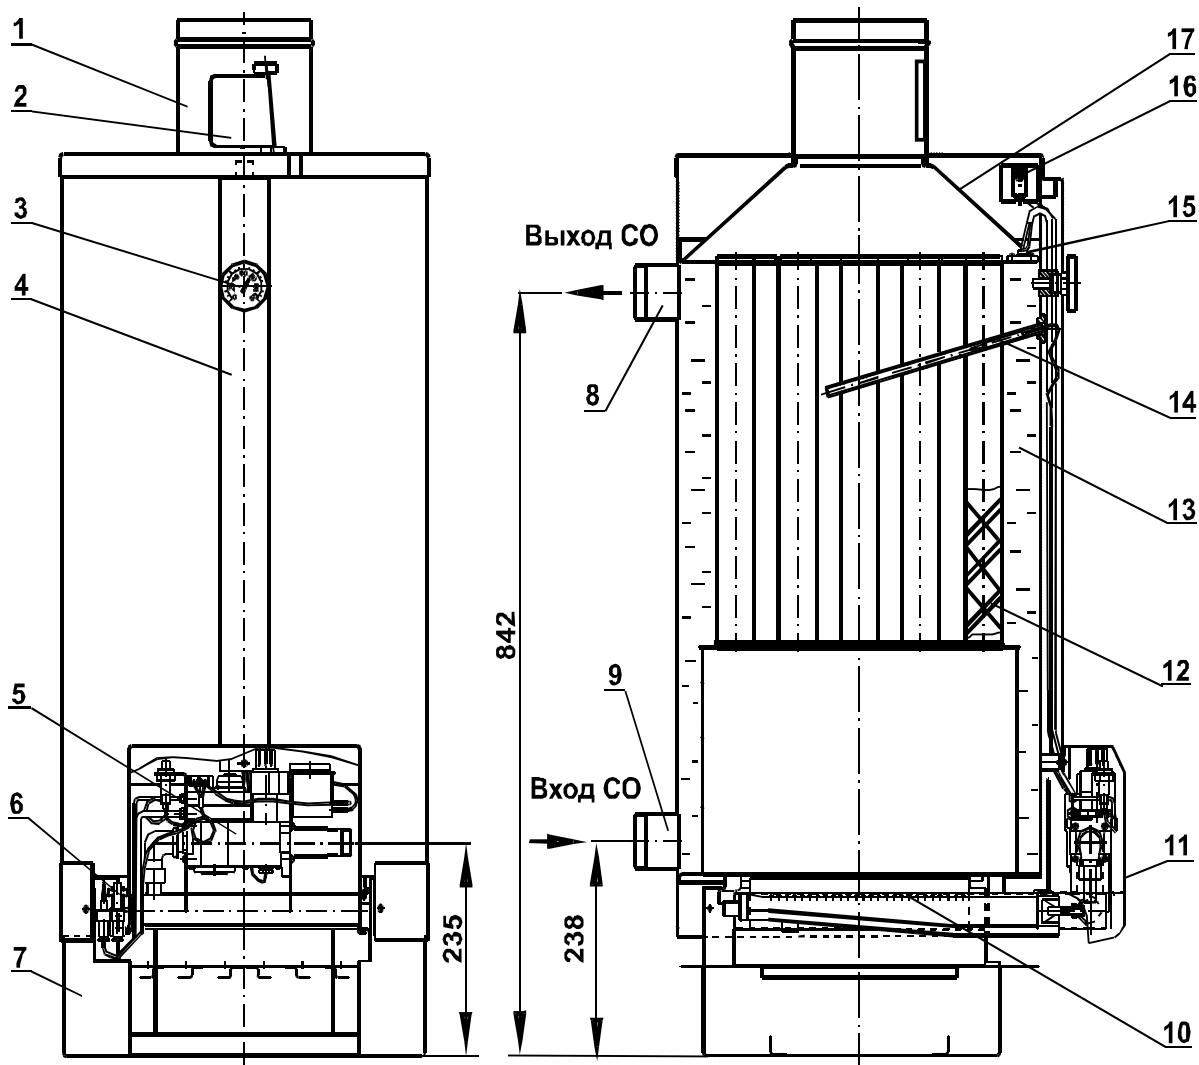
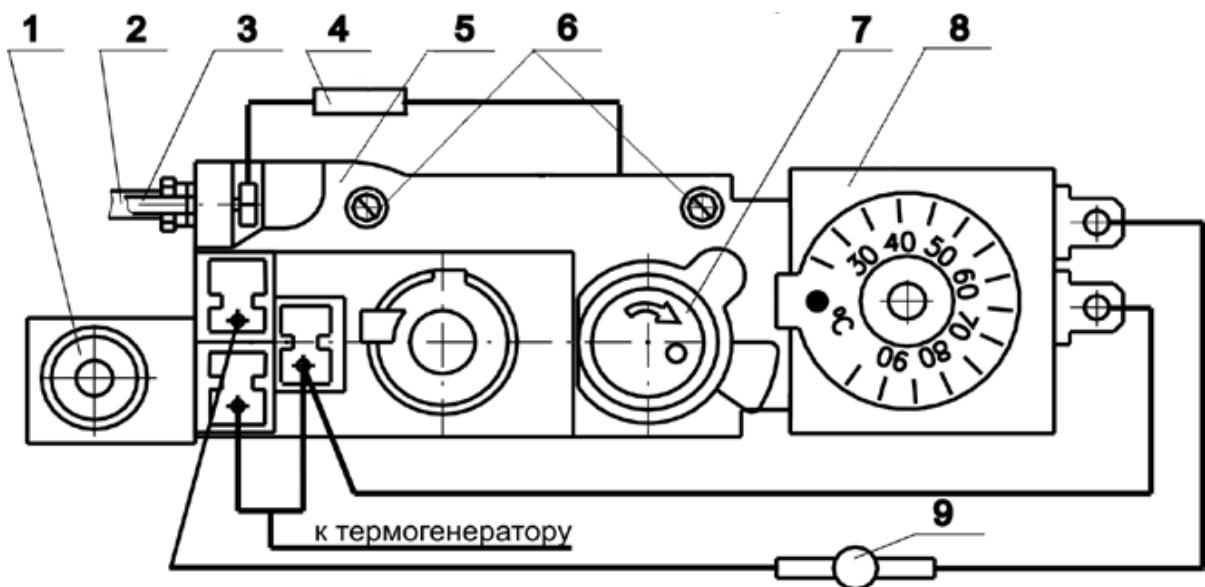
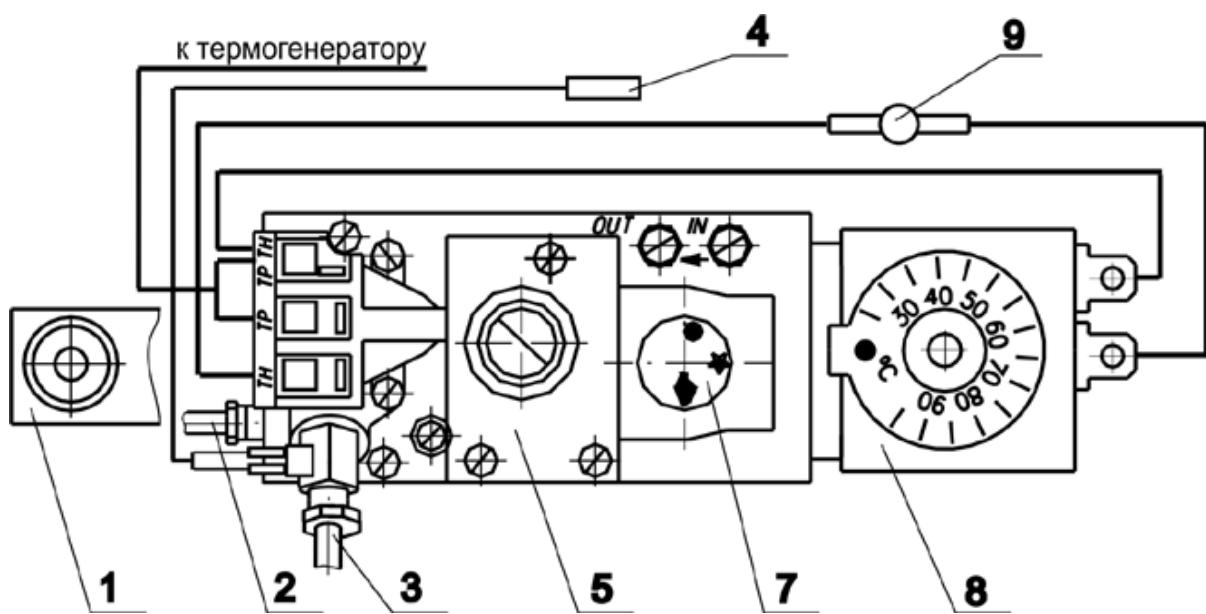
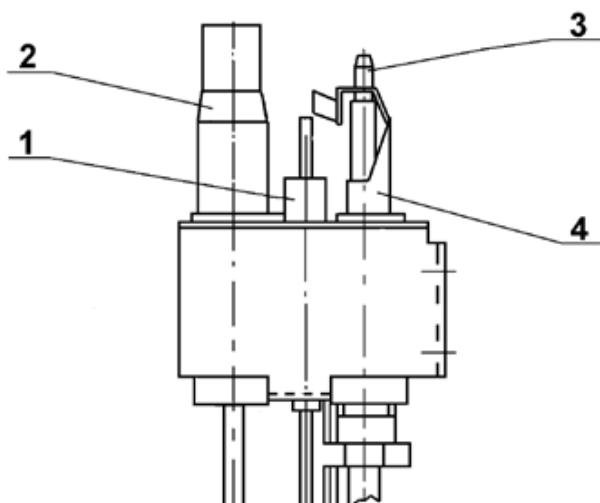

Рис.1 Котел отопительный водогрейный Комфорт
Рис.2 Блок управления VS8620C “Honeywell”
Рис.3 Блок управления SIT 820 NOVA
Рис.4 Устройство запальное
4.2. Блок автоматики 5 (Рис.2) VS8620C или блок автоматики 5 (Рис.3) SIT 820 NOVA представляет собой электромеханическое устройство и служит для подачи газа к запальнику и горелке, регулирования температуры воды в котле и автоматического отключения подачи газа при:
4.3. Термостат 8 (Рис.2) или (Рис.3), соединенный проводами с блоком и автоматикой по перегреву 15 (Рис.1), обеспечивает автоматическое плавное включение основной горелки, а при достижении заданной температуры воды в теплообменнике производит полное отключение основной горелки.
4.4. Автоматика по перегреву 9 (Рис.2) или (Рис.3) (термостат предельного нагрева), соединенная проводами с блоком VS8620C или блоком автоматики SIT 820 NOVA и термостатом 8 (Рис.2) или (Рис.3), обеспечивает автоматическое предохранительное отключение подачи газа на основную горелку при достижении температуры воды в баке-теплообменнике котла 93 °C ÷ 100 °C (в случае выхода из строя термостата 8 (Рис.2) или (Рис.3) или ошибочной настройки его на температуру выше 90 °C).
4.5. Тягопрерыватель 1 (Рис.1) предназначен для автоматической стабилизации величины разрежения в топке котла, т.е. уменьшения влияния колебания величины разрежения в дымоходе на тягу в топке котла. Для успешной работы дверца тягопрерывателя 2 (Рис.1) должна легко вращаться на оси.
4.6. Автоматика по тяге состоит из датчика тяги (биметаллическая пластина с микровыключателем), укрепленного на крышке бака, и проводов, соединяющих микровыключатель с блоком автоматики 5 (Рис.2) или (Рис.3).
4.7. Устройство запальное Рис.4 предназначено для крепления запальника, термогенератора, термопары, свечи пьезорозжига и розжига основной горелки.
5.8. Во избежание самопроизвольного срабатывания датчика тяги кожух 17 (Рис.1) не должен касаться биметаллической пластины датчика тяги 16 (Рис.1).
6.12. Проверьте работу пьезорозжига. При нажатии на кнопку пьезорозжига 1 (Рис.2) или (Рис.3) должна проскакивать искра между электродом свечи 1 (Рис.4) и запальником 4 (Рис.4).
6.15. Настройте термостат 8 (Рис.2) или (Рис.3) на необходимую температуру воды в котле.